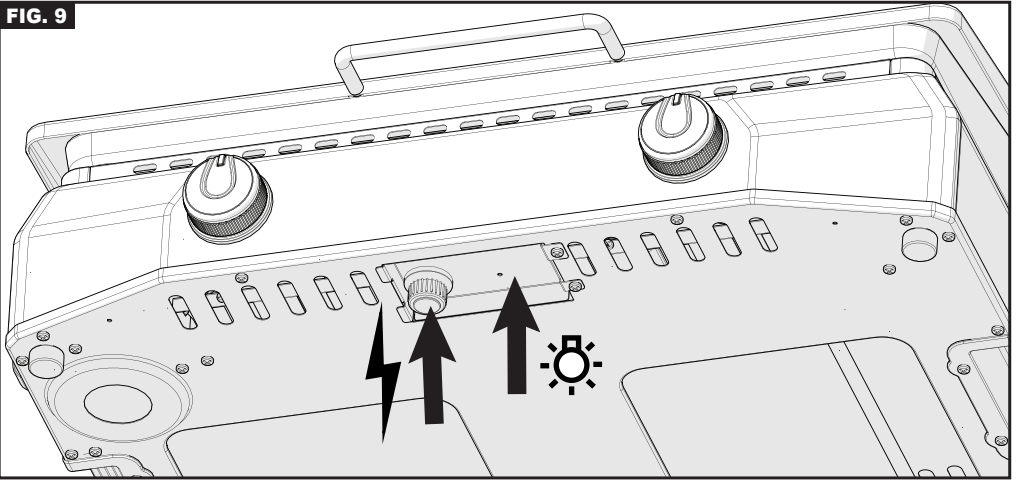

FIG. 10
- Pour l'installation de la pile, voir fig. 10 & 11 :
- 2) introduire la pile AA en respectant les polarités indiquées (Fig. 10) puis revisser le bouchon du compartiment